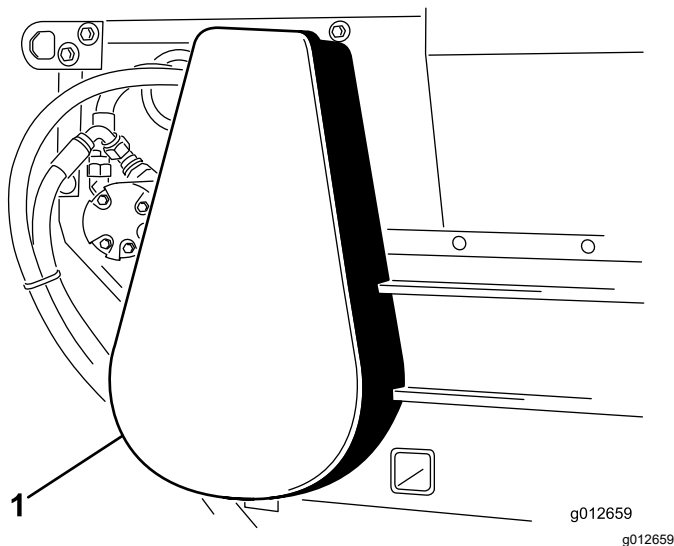

Figura 39
3. Montate la copertura della catena (**Figura 39**).